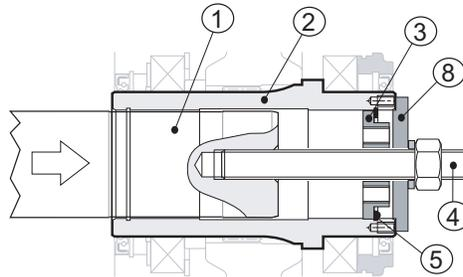

Fig. 15
Quindi inserire nelle loro sede prima il fondello (pos. 3), poi il seeger per interni (pos. 5), a questo punto avvitando il dado della barra filettata si portano i due alberi a battuta tra di loro (vedi Fig. 15 (pag. 26)).